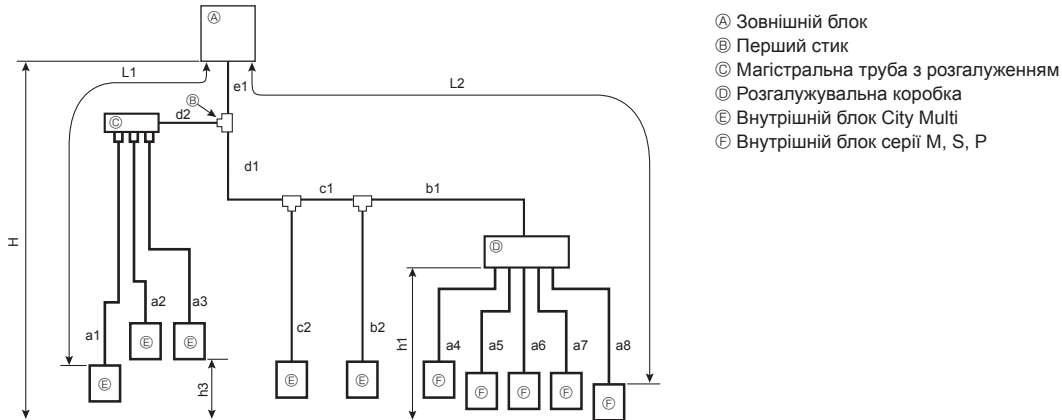

Fig. 4-5 (a)
4.1.3. Змішана система (внутрішні блоки City Multi та внутрішні блоки серії M, S, P (з'єднання через розгалужувальну коробку)) (Fig. 4-5)